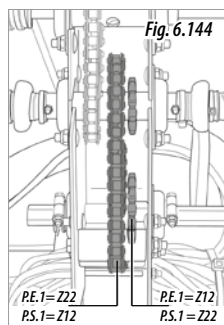

Fig. 6.144
- 5- Schimbați poziția lanțului (Fig. 6.144).